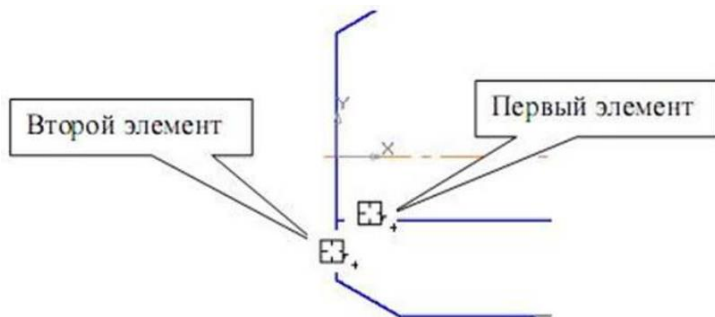

Рис. 102 – Построение фаски с катетом $8 \times 45^\circ$
14. Для построения фаски с катетом $8 \times 45^\circ$, на панели **Геометрия** вызовите команду **Фаска**. Введите данные значения катета 8 и угол 45° , и постройте фаску (рисунок 102).